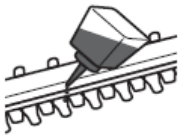

Рис.9
2. Для улучшения работы и продления срока службы режущего лезвия нанесите на него небольшое количество смазки (рис.9).